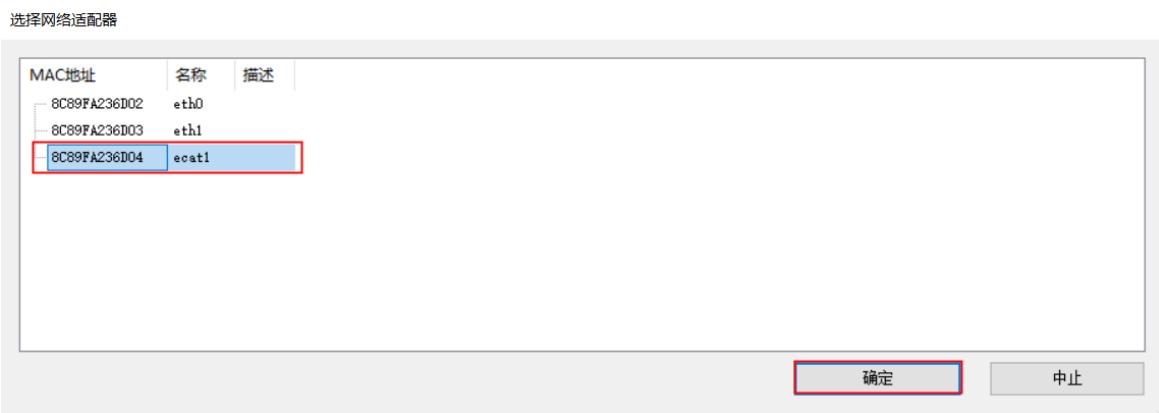

图13-13 网络适配器选择
7. 在弹出页面中选择名称为【ecat1】的MAC地址，点击【确定】，如图13-13所示。